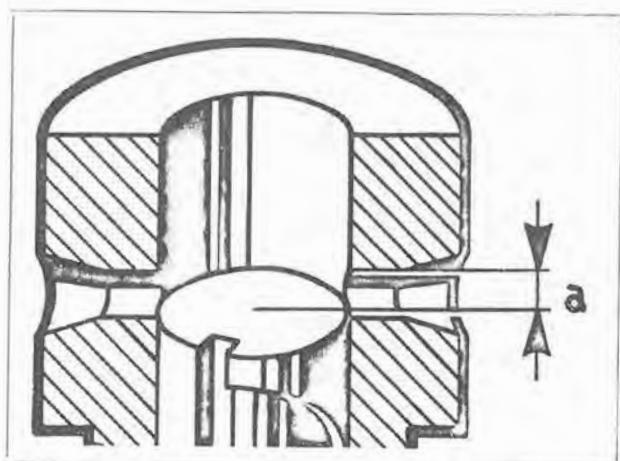

Fig. 76
- Proseguendo nella rotazione il pistoncino coprirà il foro di alimentazione interrompendo il flusso del combustibile che cesserà di sgorgare all'esterno. Questo è l'inizio della pompata del combustibile contenuto nel cilindretto. L'alzata del pistoncino dal suo punto morto inferiore al punto inizio pompata deve essere $2,0 \pm 2,2$ mm. (LDA 91-96-97-100-820-L10-L14), (a, precorsa fig. 76), $2,4 \pm 2,6$ mm. (LDA 80-450-451 510-L6-L8) misurabile sul comparatore.
- By continuing flywheel rotation, plunger will cover feeding orifice cutting fuel flow which will stop gushing out. This is the pumping stroke start of fuel contained in cylinder. Plunger rise from BDC to pumping stroke start point must be $2.0/2.2$ mm (LDA 91-96-97-100-820-L10-L14) (A, pre-stroke in Fig. 76), 2.4 ± 2.6 mm (LDA 80-450-451-510-L6-L8) measured on gauge.
Ceci est le début du pompage du combustible contenu dans le cylindre du plongeur. La levée du piston du plongeur de son point mort au point de début de pompage doit être de 2,0 à 2,2 mm (LDA 91-96-97-100-820-L10-L14) (a, précourse fig. 76), 2,4 ± 2,6 mm (LDA 80-450-451-510-L6-L8) mesurable par l'indicateur.